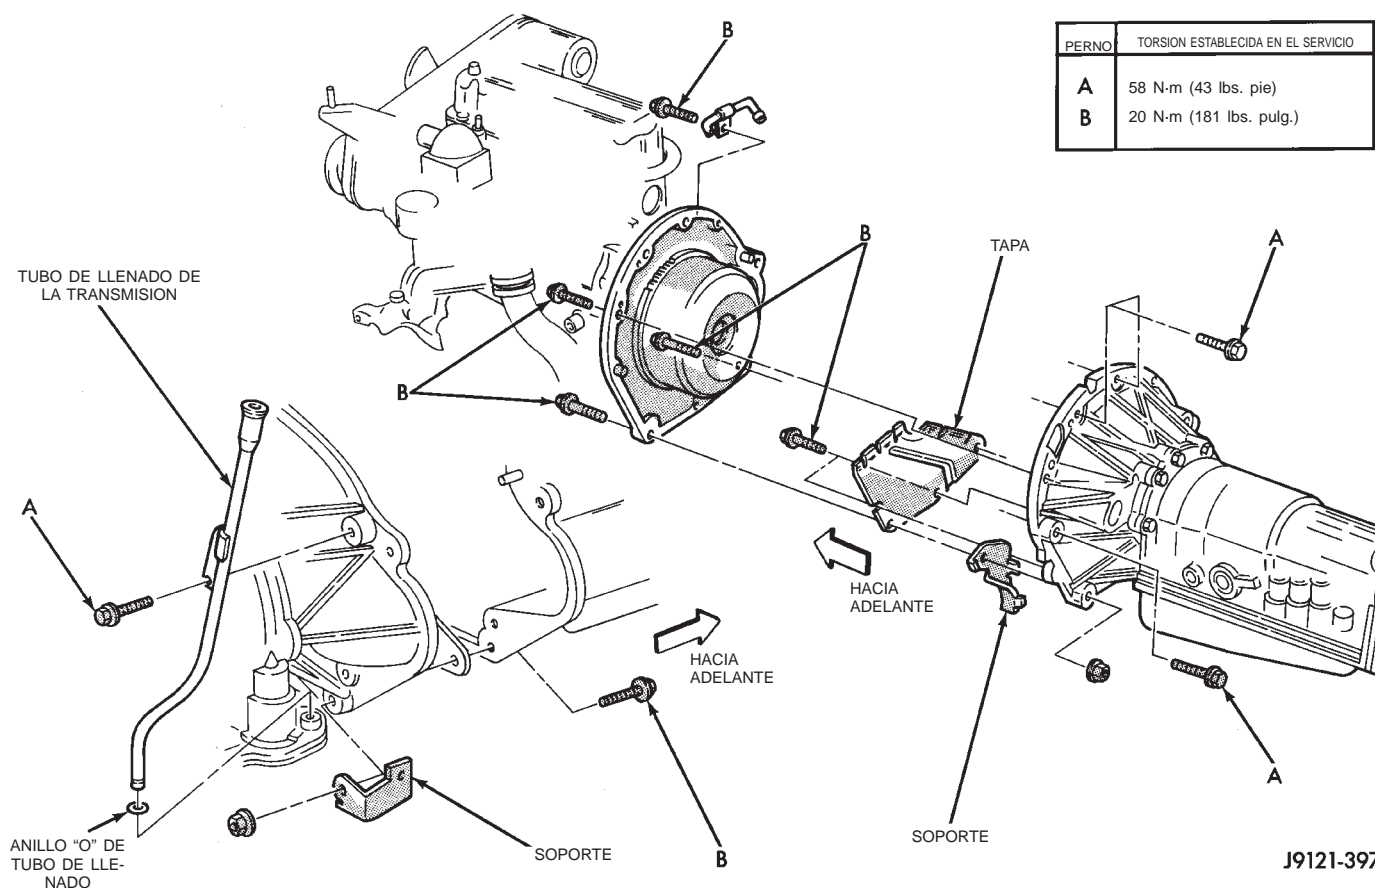

Fig. 35 Montaje de la transmisión
(1) Monte la transmisión sobre el gato para transmisiones. Fije la transmisión en el gato mediante cadenas de seguridad.
(2) Lubrique la maza de mando del convertidor y el reborde de la junta de aceite de la bomba con líquido de transmisión. Luego instale el convertidor. Antes de continuar, asegúrese de que el convertidor esté totalmente asentado en los engranajes propulsores de la bomba de aceite. Sostenga el convertidor en su sitio con un gato de carpintero o brida de amarre que se fije a la cubierta del convertidor.
(3) Alinee y coloque la transmisión y el convertidor en el motor.
(4) Retire la mordaza o la brida de amarre que usó para sostener el convertidor en su lugar.
(5) Mueva la transmisión hacia adelante y asíéntela sobre el motor. Asegúrese de que la maza del convertidor asiente por completo.
(6) Instale los pernos que fijan la cubierta del convertidor al motor (Fig. 35).
(7) Instale los pernos que fijan el convertidor a la placa de impulsión.
(8) Instale y conecte el motor de arranque.
(9) Instale y conecte el sensor de posición del cigüeñal.
(10) Instale la caja de cambios en la transmisión.
(11) Conecte la articulación de cambio de la caja de cambios y las mangueras de vacío.
(12) Conecte los componentes del escape.
(13) Instale el travesaño de falso bastidor trasero y retire el gato que se usó para apoyar el conjunto de la transmisión.
(14) Conecte el mazo del cable del sensor de velocidad al sensor.
(15) Conecte el mazo del cable al conmutador de posición estacionamiento/punto muerto.
(16) Alinee y conecte los ejes propulsores delantero y trasero.